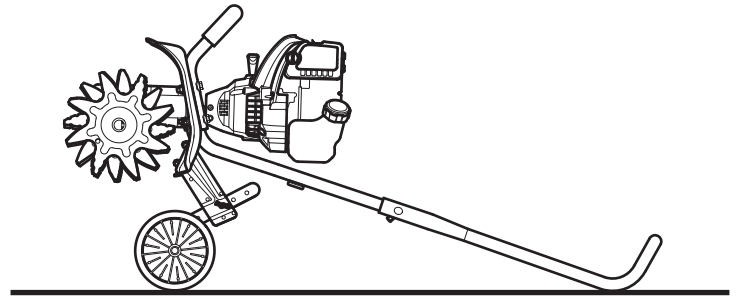

Fig. 15
2. Coloque la unidad en una superficie plana y nivelada. Incline la unidad hacia atrás de manera que la barra de control toque el suelo y el motor quede en posición horizontal (Fig. 15).
2. **Ubique la unidad sobre una superficie plana y nivelada.** Incline la unidad hacia atrás de manera que la barra de control toque el suelo y el motor quede en posición horizontal (Fig. 15).